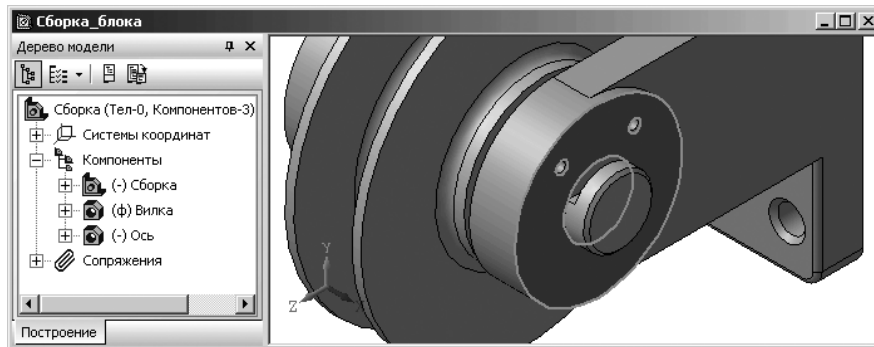

Рис. 6.79. Выделение плоскости для создания детали **Планка** в режиме **На месте**
- щелкните по внешней плоскости правой бобышки. Она выделится темно-зеленым цветом. Это состояние сборки показано на рис. 6.79;